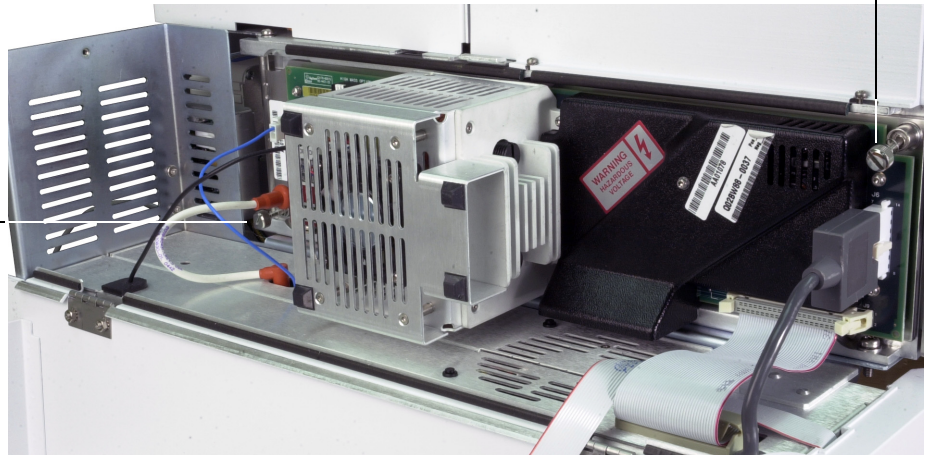

Figure 25 Vis moletées de la plaque latérale
- 8 Serrer à la main les vis moletées de la plaque latérale (Figure 25).